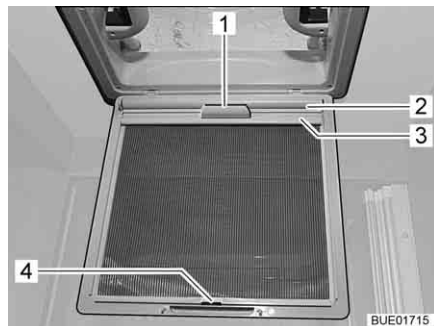

Fig. 86 Store occultant
- Tirer le store occultant (Fig. 86,2) par la poignée (Fig. 86,1) et accrocher la baguette de support (Fig. 86,3) dans le crochet (Fig. 86,4) sur la moustiquaire.
- Enlever la baguette de support (Fig. 86,3) de sur le crochet (Fig. 86,4) et faire lentement redescendre le store occultant (Fig. 86,2) en le tenant par la poignée (Fig. 86,1).